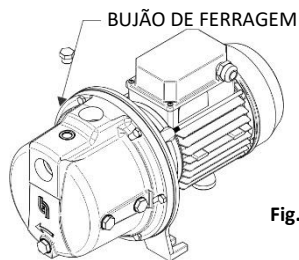

Fig.4
- Encha completamente de água o corpo da bomba e a tubagem de aspiração, através do bujão de ferragem (Fig. 4), assegurando-se de que não existe nenhuma junta ou união com fugas.